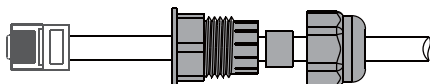

Figura 4.8-3 Cierre de forma remota la conexión del cable
Paso 3-2 Para apagado remoto. Pase el cable a través de la placa de acero y, a continuación, conecte los pines 5 y 6. La Tabla 4.5-1 describe la definición del puerto de 6 pines, El cableado se muestra en la Figura 4.8-3